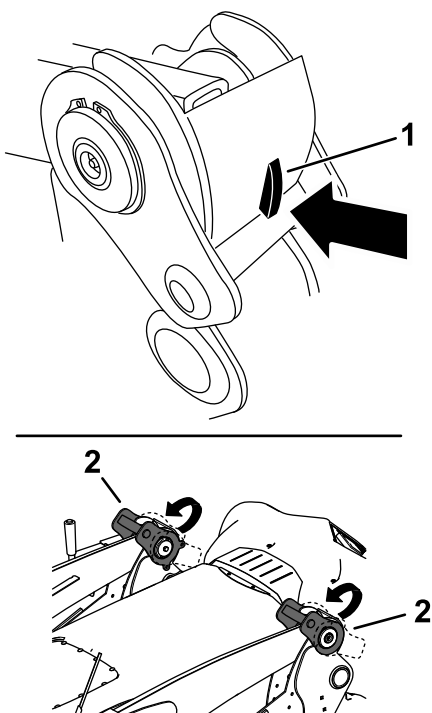

Figura 45
3. Pressione o bloqueio do trinco em cada trinco do braço do carregador e eleve os trincos para desbloquear os braços do carregador da máquina (**Figura 45**).